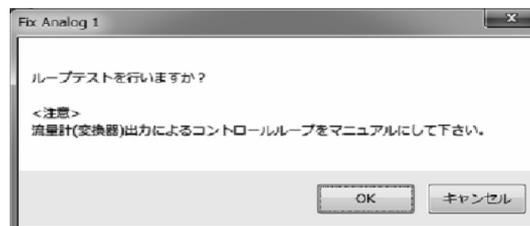

図123
- ③ 「Start」ボタンをクリックすると、メッセージボックス(図123)が表示されます。「OK」ボタンをクリックすると、「Fix Analog」を開始します。「Cancel」ボタンをクリックすると、図122のウィンドウへ戻ります。